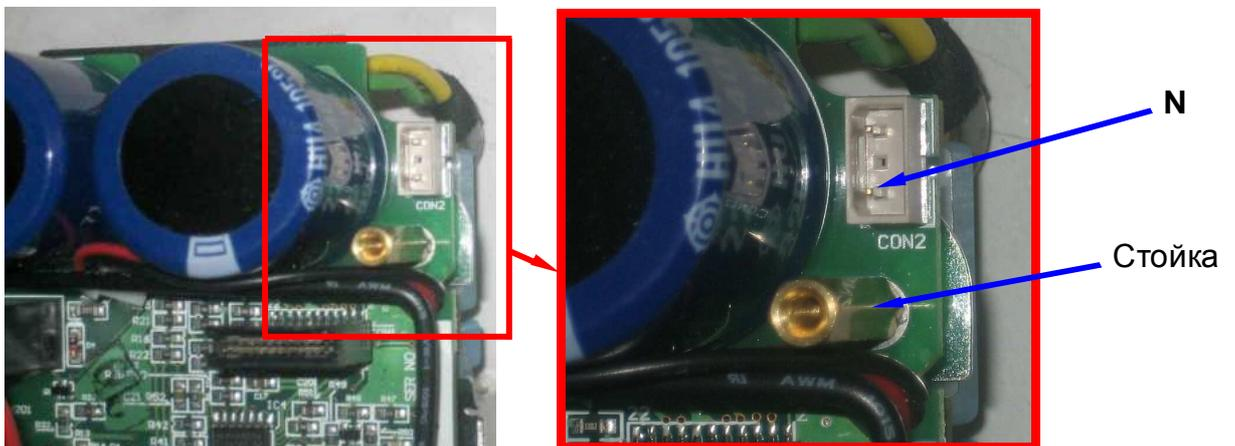

Рис. 4.6 Вывод клеммы N
- 4.7.6. Проверить цепь N-L1 на плате драйверов тестером, в режиме «Прозвонка диодов» как показано на рисунке 4.7. Вывод клеммы N показан на рис. 4.6 (ближайший к стойке вывод разъёма CON2 платы драйверов). Цепь N-L1 должна звониться как диод. (при прямой проводимости показания прибора 200.....1000, рис. 4.7а, при обратной проводимости – «Обрыв цепи», рис. 4.7б). В противном случае матрица считается неисправной.